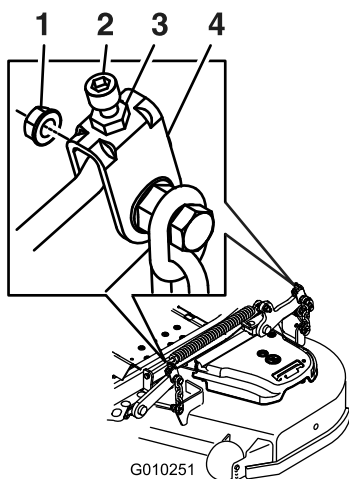

Figure 101
10. Ajustez précisément le serrage de l'écrou de réglage sur l'ensemble de levage du tablier avant (Figure 101).
16. Ajustez précisément la vis de réglage en la tournant jusqu'à obtention d'une hauteur de 8,3 mm (3,25 po) (**Figure 101**).